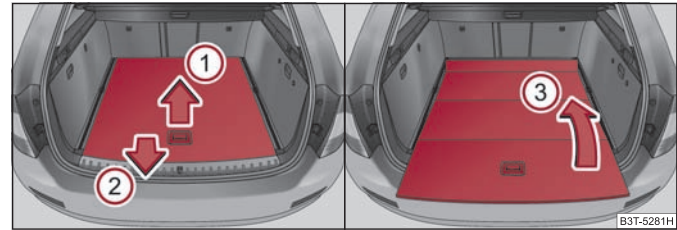
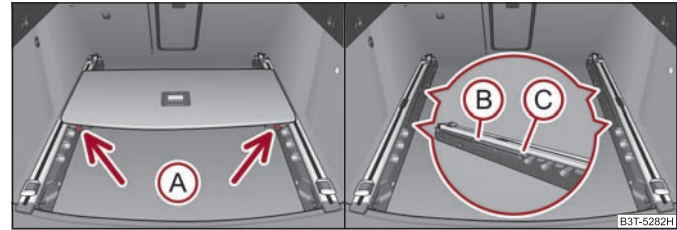

Fig. 89 Portbagajul: plierea podelei variabile
Fig. 90 Portbagajul: Demontarea podelei variabile
- Apucați de mâner partea din spate a podelei, ridicați puțin în direcția săgeții ① ⇒ fig. 89 și trageți-o peste bara de protecție în direcția săgeții ②, până se fixează în orificiul C ⇒ fig. 90.
- Prin mișcarea în sensul săgeții ③ ⇒ fig. 89, pliați podeaua.
- Apăsăți tastele de siguranță A ⇒ fig. 90 și scoateți podeaua.
- Împingeți podeaua în față până se fixează în orificiile (B) ⇒ fig. 90 din șine.
- Apăsați cu atenție pe podea în zona orificiilor (C), până se fixează cu un declic, eventual apăsați tastele de siguranță (A).